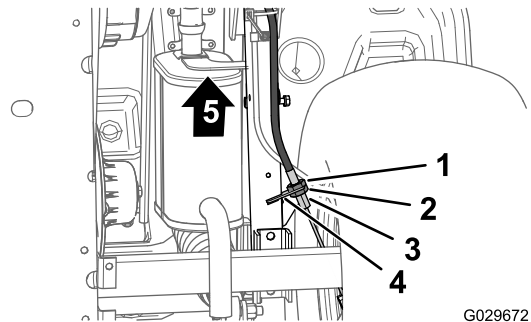

Figura 64
3. Na parte inferior da máquina, desaperte a porca de bloqueio traseira para o ajustador roscado do cabo do travão de estacionamento 4 voltas (Figura 64).
4. Aperte a porca dianteira (Figura 64).
- A. Desaperte a porca de bloqueio frontal (Figura 64) para o ajustador roscado do cabo do travão de estacionamento 1 volta.
- B. Aperte a porca traseira (Figura 64).
- A. Desaperte a porca de bloqueio traseira (Figura 64) para o ajustador roscado do cabo do travão de estacionamento 1 volta.
- B. Aperte a porca dianteira (Figura 64).